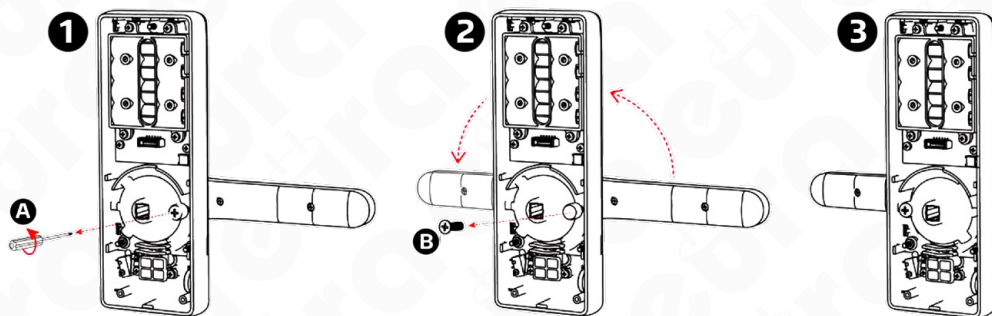

Rys. 6.
- odkręcić 4 śruby od podstawy szyldu, przytrzymując osłonę (rys. 6.),
- zdjąć osłonę (rys. 6 pozycja 1-A),
- wykręcić śrubę kontruującą (rys. 6 pozycja 2-B),
- ustawić uchwyt w żądanym kierunku otwierania (rys. 6 pozycja 2-C),
- założyć osłonę i przykręcić śruby mocujące (rys. 6 pozycja 3)